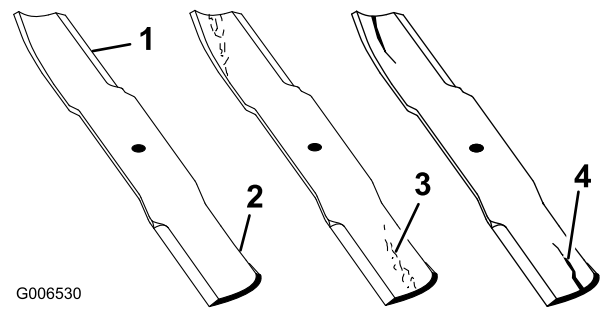

Figure 61
1. Examinez le tranchant des lames (Figure 61). Si les lames ne sont pas tranchantes ou si elles présentent des indentations, déposez-les et aiguiser les (voir Aiguisage des lames).
2. Inspectez les lames, surtout la partie relevée (Figure 61). Remplacez immédiatement toute lame endommagée, usée ou qui présente une entaille (Figure 61).